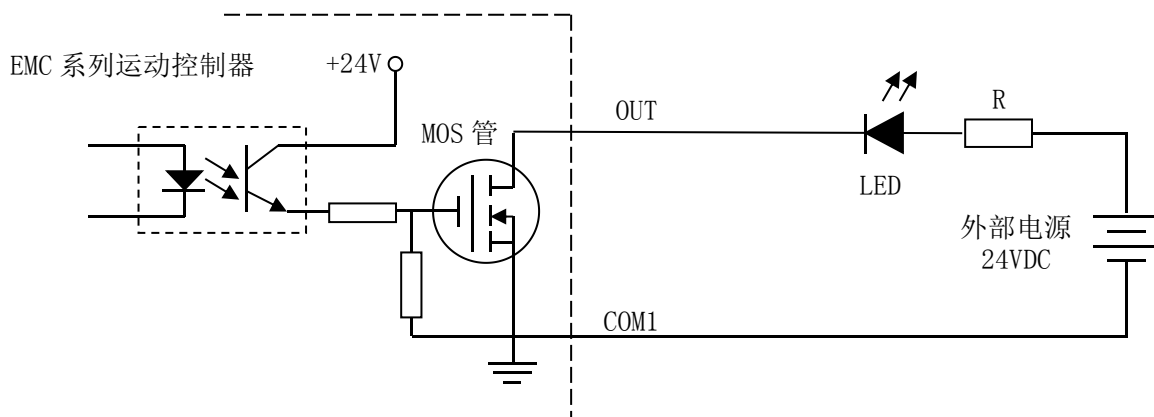

图 3.5 EMC-E3000/5000 系列运动控制器输出接口接发光二极管接线图
1、发光二极管通用数字输出端口控制发光二极管时，需要接一限流电阻 R ，限制电流在 10mA 左右，电阻需根据使用的电源来选择，电压越高，使用的电阻值越大。接线图如图 3.5 所示。